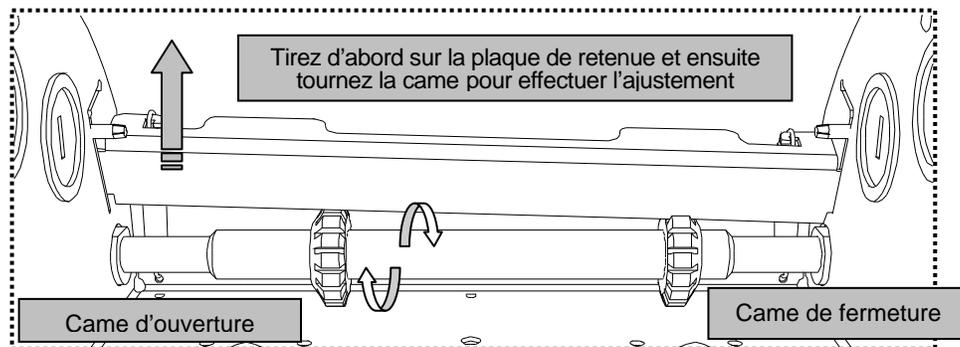

Figure 13 Réglage des cames d'interrupteurs de fin de course
2. Tirez sur la plaque de retenue sur le côté "ouverture" et tournez la came d'ouverture suffisamment jusqu'à que les limites soient activées et vous entendez les "CLICKS" – Figure 13 (deux CLICKS pour le circuit électromécanique. Seulement UN CLICKS en cas de plaquette électronique, vérifiez également si la lumière "Close Limit" est allumée sur la plaquette)
5. Tirez sur la plaque de retenue sur le côté "fermeture" et tournez la came de fermeture suffisamment jusqu'à que les limites soient activées et vous entendez les "CLICKS" – Figure 13 (deux CLICKS pour le circuit électromécanique. Seulement UN CLICKS en cas de plaquette électronique, vérifiez également si la lumière "Open Limit" est allumée sur la plaquette)